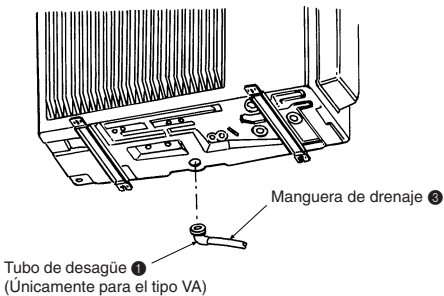

Fig. 4-1
4. Tubería de drenaje de la unidad exterior (Fig. 4-1)